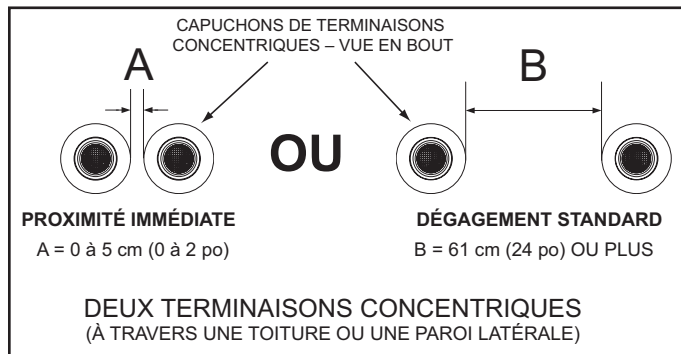
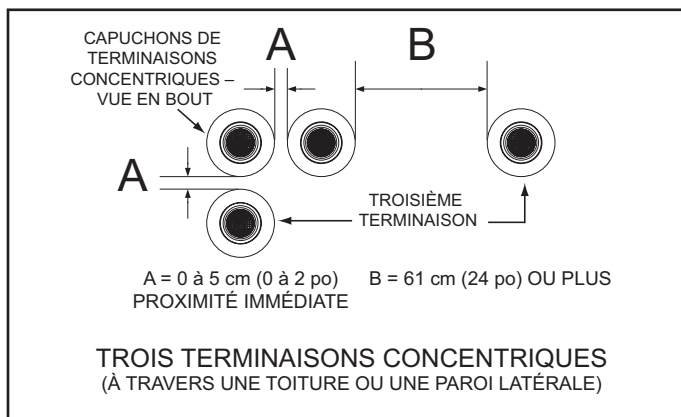
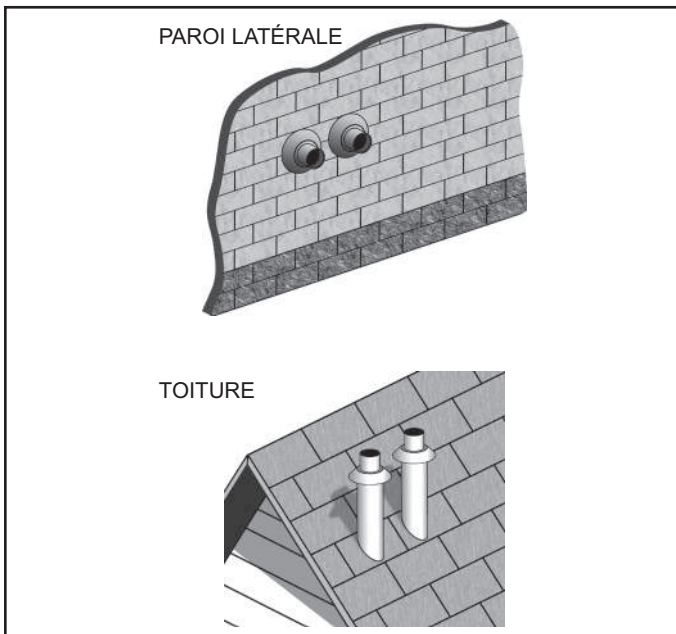

Figure 32
Figure 33
Figure 37
Lors de l'installation de terminaisons concentriques multiples à travers un toit ou une paroi latérale, les dégagements illustrés à la Figure 32 doivent être maintenus.
1. Le dégagement entre les bouchons de terminaisons multiples doit être de 0 cm (se toucher) à un maximum de 5 cm (2 po), dimension A - Figure 32, lors de l'installation de terminaisons concentriques à proximité immédiate. Voir la Figure 37 à la page 30.
2. Le dégagement entre les bouchons de terminaisons multiples doit être augmenté à un minimum de 61 cm (24 po), dimension B - Figure 32, lorsqu'une installation à proximité immédiate (ci-dessus) est impossible. Ce dégagement est standard.
1. Lors de l'installation de trois terminaisons concentriques à travers un toit ou une paroi latérale, la troisième terminaison peut être installée à proximité immédiate comme l'indique la dimension A à la Figure 33.
2. Si une installation à proximité immédiate de la troisième terminaison est impossible, cette dernière peut être installée comme l'indique la dimension B à la Figure 33.
Deux terminaisons concentriques peuvent être installées à proximité immédiate comme l'indique la Figure 37 ou avec des dégagements standard lorsque cet aménagement n'est pas possible. Voir la Figure 32 à la page 29 pour de plus amples informations sur les dégagements. Voir la Figure 33 à la page 29 lors de l'installation de trois terminaisons concentriques.